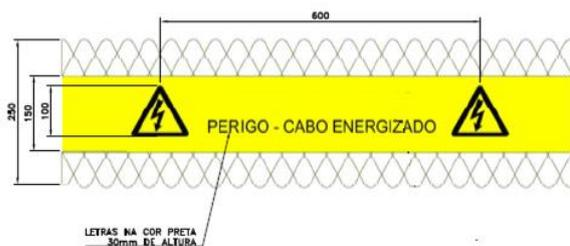
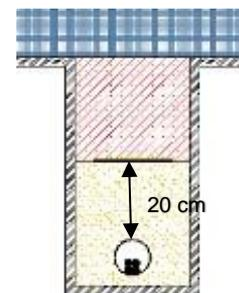

Figura 2 – Fita de sinalização
Figura 3 – Distância da Fita de Sinalização para o eletroduto
- 7 - Logo após a construção do Padrão de Entrada, todas as escavações realizadas para instalação dos materiais devem ser recompostas ao nível do solo visando evitar acidentes. Durante a recomposição devem ser instaladas fitas de sinalização acima dos bancos de dutos, conforme padrão indicado nas Figura 2 e Figura 3;